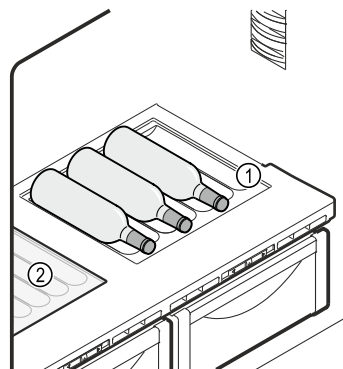

Fig. 189 Représentation à titre d'exemple
- Insérer la plaque de verre Fig. 189 (2) sous le compartiment à bouteilles amovible.